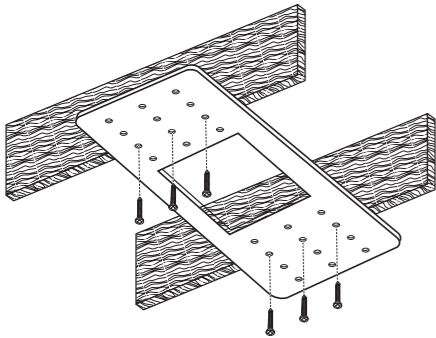

图 1.将螺丝孔型安装桥板固定到龙骨上。
1. 将螺丝孔型安装桥板固定到轻钢龙骨或木质龙骨上。参见图 1。螺丝孔型安装桥板包括多个预钻孔，以适应不同的龙骨间隔、扬声器方位或扬声器布置。